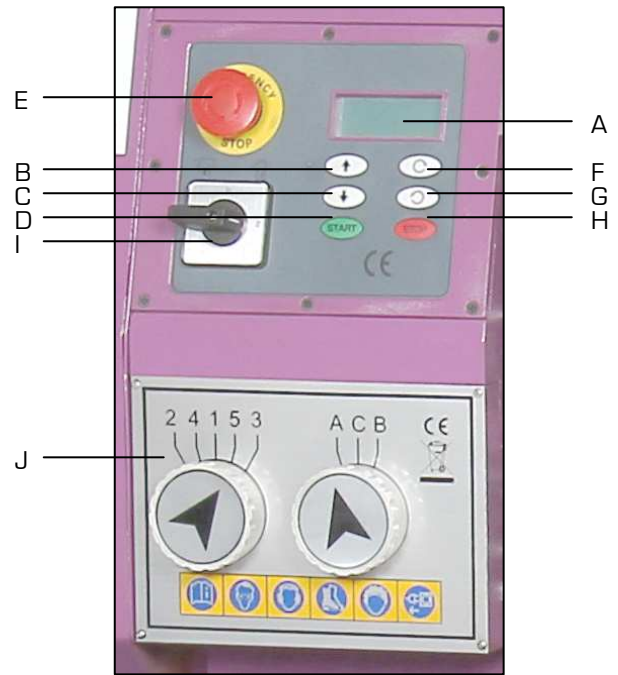

Figure 2
4. Déverrouiller l'arrêt coup de poing à accrochage (E) en le tournant dans le sens horaire, comme indiqué par la flèche.
5. Positionner le sélecteur (I fig.2) sur « 1 ».
6. L'affichage digital de vitesse de broche (A) montre « 0000 ».
7. Appuyer sur le bouton « MARCHE » (D) et sur les flèches « ↑ » (B) pour augmenter ou « ↓ » (C) pour diminuer la vitesse de broche.
8. Pour choisir le sens de rotation de la broche, appuyer sur « U » (F) pour le sens normal ou sur « V » (G) pour le sens inversé.
11. Arrêter la machine en appuyant sur le bouton « ARRET » (H) et la débrancher de l'alimentation principale.
✓ Le sélecteur (I fig.2) sur la position « 2 » est utilisé lorsque le tour dispose d'une tête de perçage/fraisage (option non fournie). Lors de l'utilisation des avances